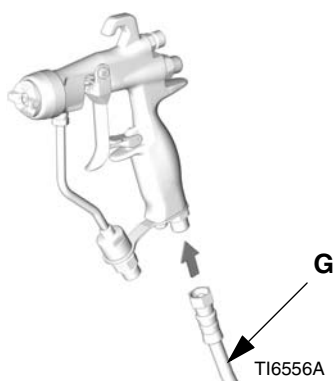

FIGURA 2
5. Collegare il flessibile dell'aria (G) all'ingresso aria della pistola da 1/4 npsm. Vedere la FIGURA 2.